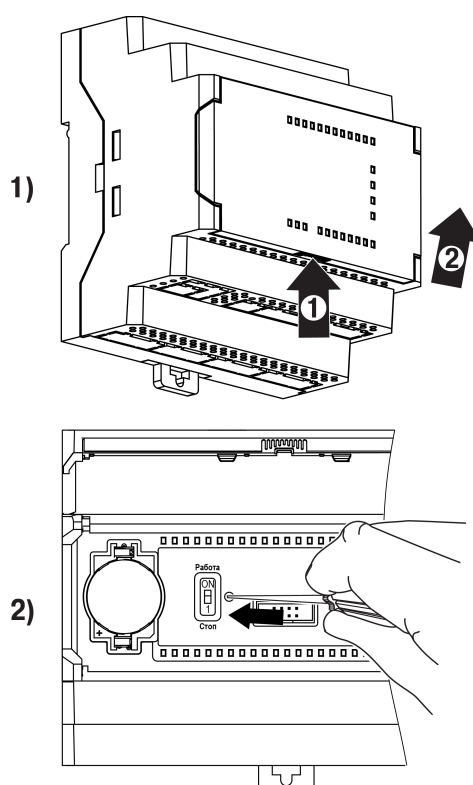

Рисунок 4.40 – Восстановление заводских настроек
2. Подцепив за рифленую зону (см. рисунок 4.40, 1), открыть крышку на лицевой панели прибора (стрелка 2).
3. С помощью тонкого инструмента нажать и удерживать сервисную кнопку не менее 12 секунд (см. рисунок 4.40, 2).